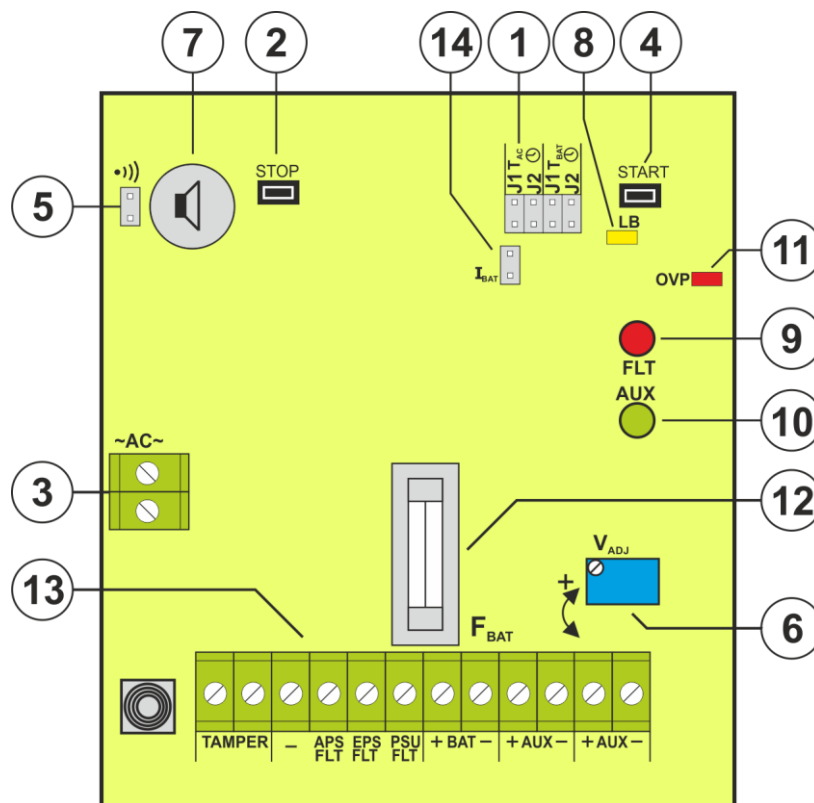

Bild. 2. Ansicht der PCB-Platte des Netzteils.
Tabelle 1. Elemente der PCB-Platte des Netzteils (siehe Bild. 2).
①	Trenntransformator
②	Netzteil-Platte (Tab. 1, Bild 2)
③	TAMPER; Mikroschalter des Antisabotageschutzes (NC)
④	L-N Speisungsverbindung 230 V,  Schutzverbindung
⑤	F _{MAIN} Sicherung im Speisungskreis 230 V, T500mA / 250 V
⑥	Batterie-Konnektoren: +BAT = rot, - BAT = schwarz